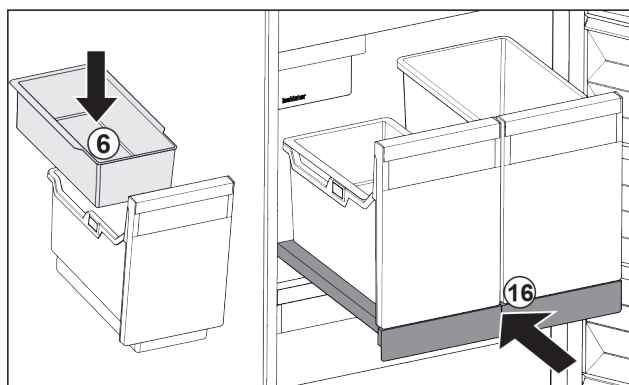

Fig. 25
- ▶ Pange jääkuubikute riputusliud Fig. 25 (6) sisse.
- ▶ Lükake väljatõmbetahvel koos anumaga (IceTower) sisse. Fig. 25 (16)